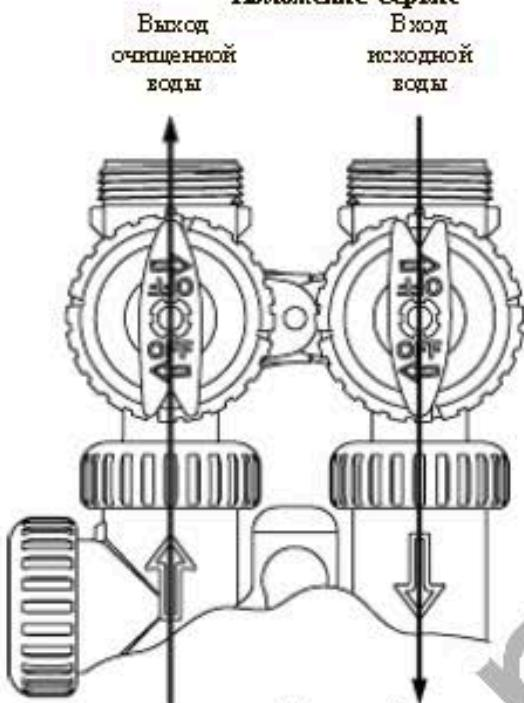

Рисунок 3
- Положение Диагностика:** Ручка Вход устанавливается в соответствии с направлением стрелки на управляющем клапане, а ручка Выход направляется к центру клапана байпаса; воды из системы поступает в управляющий клапан, но вода из клапана не выходит в систему трубопроводов. (См. Рисунок 3).